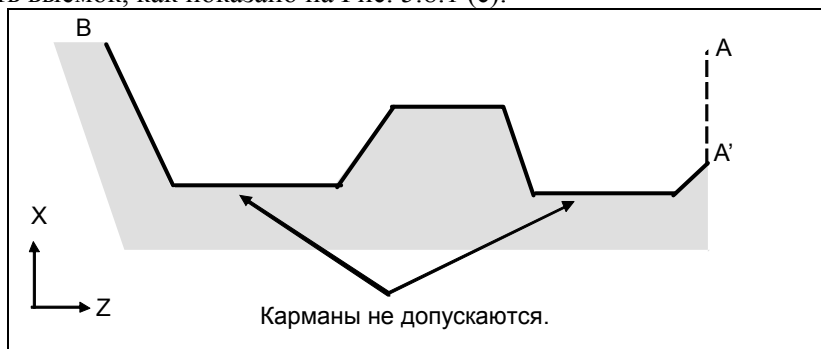

Рис. 5.8.1 (с) Фигура, не имеющая монотонного возрастания или убывания (тип I)
- (2) Фигура вдоль пути A'-B должна демонстрировать постепенный рост или уменьшение в направлении обеих осей, образующих плоскость (оси Z и X для плоскости ZX). В ней не должно быть выемок, как показано на Рис. 5.8.1 (с).